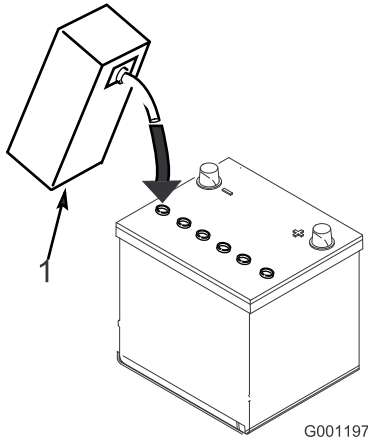

Figura 10
3. Llène cuidadosamente cada celda con electrolito hasta que las placas estén cubiertas de aproximadamente 6 mm de fluido (Figura 10).
4. Espere aproximadamente 20 – 30 minutos para que el electrolito penetre en las placas. Rellene si es necesario para que el electrolito llegue a una distancia de aproximadamente 6 mm del fondo del hueco de llenado (Figura 10).